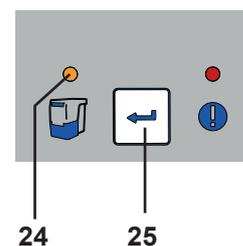

Fig. 11
- ◆ Le voyant du tiroir à poussière (24) s'éteint.
**Si le tiroir à poussière n'est pas vidé, le voyant du tiroir à poussière (24, Fig. 11) reste allumé. Après la mise en marche / à l'arrêt de l'appareil, le signal sonore retentit à nouveau 3 fois pour rappeler qu'il est nécessaire de vider le tiroir à poussière.**